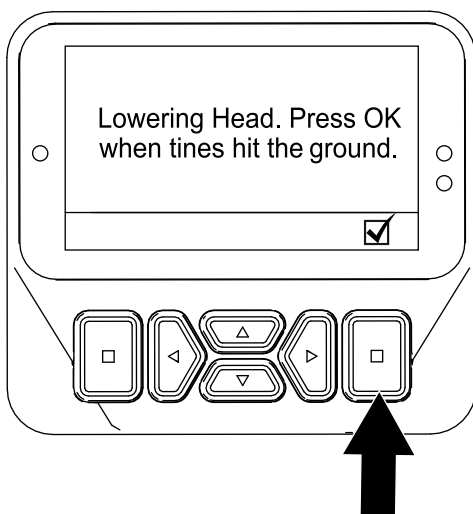

**Figura 64**
6. Quando una qualsiasi fustella tocca il terreno, premete il pulsante Invio all'interno della schermata Abbassamento testa in corso (Figura 64).